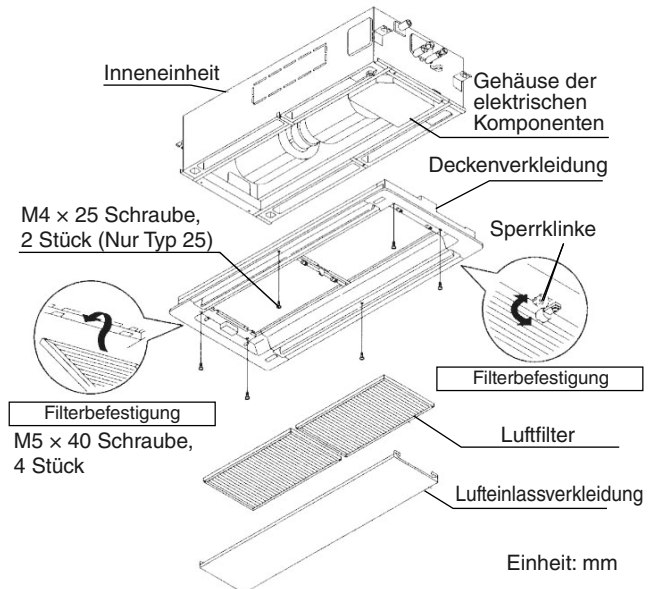

Abb. 9-20
- (2) Die Lufteinlassverkleidung und den Luftfilter von der Deckenverkleidung abnehmen, wie in Abb. 9-20 und 9-21 gezeigt.
- (6) Den Luftfilter und das Lufteinlassgitter durch Umkehren der Schritte von Abb. 9-20 und 9-21 wieder montieren.